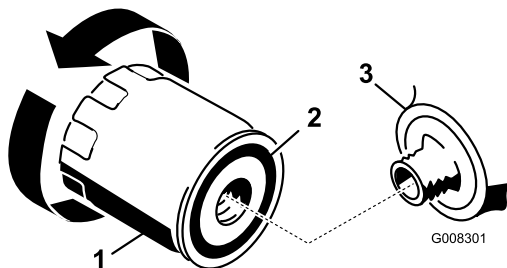

Figura 27
- Togliete il filtro dell'olio usato e tergete la superficie della guarnizione dell'adattatore (Figura 27).
- Spalmate un velo di olio nuovo sulla guarnizione di gomma del nuovo filtro dell'olio (Figura 27).
- Serrate il filtro dell'olio di un altro mezzo o tre quarti di giro (Figura 27).